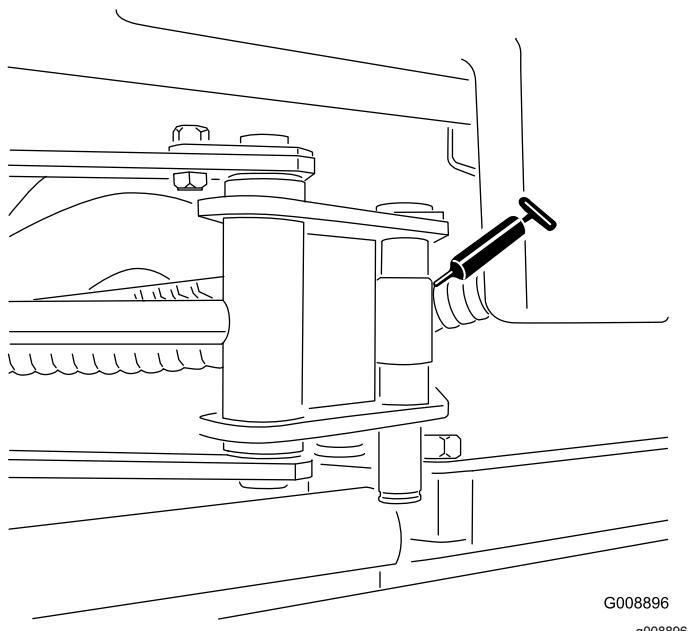

Figura 36
- 2 estremità dei cilindri del Sidewinder (Figura 36)